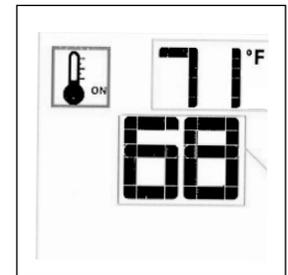

Figure 15.14. Température de consigne intelligente
- Pour régler la température, appuyer sur les touches flèches Haut ou Bas jusqu'à ce que la température de consigne désirée soit affichée. Figure 15.14.